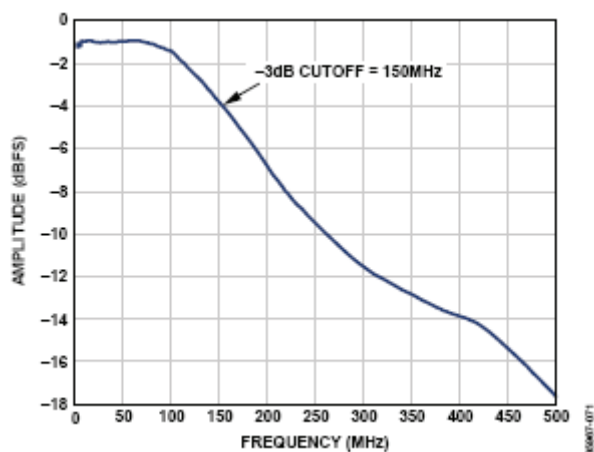

图 87. 评估板全功率带宽(AD9222-50)
- AIN：评估板配置为变压器耦合模拟输入，带有与 150 MHz 带宽信号相匹配的最佳 50 Ω 阻抗(见图 87)。为获得更大的带宽响应，可以改变或移除模拟输入端之间的差分电容。变压器中点抽头或用 AVDD_DUT/2 提供模拟输入的共模电压。